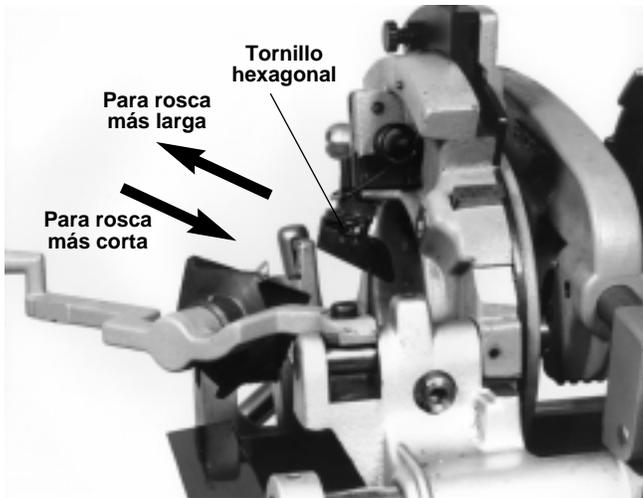

Figura 11 – Posición del cabezal de terrajas para efectuar roscas largas o cortas
1. Si se desea una forma de rosca más corta, afloje el tornillo hexagonal ubicado en el pie del disparador del cabezal de terrajas (Figura 11) y deslice el pie del disparador hacia la máquina. Reapriete el tornillo hexagonal. (FOOT-IN) (PIE-ADENTRO)
2. Si se desea una forma de rosca más larga, afloje el tornillo hexagonal ubicado en el pie del disparador del cabezal de terrajas (Figura 11) y deslice el pie del disparador alejándose de la máquina. Reapriete el tornillo hexagonal. (FOOT-OUT) (PIE-AFUERA)